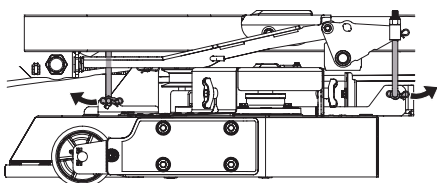

Figure 46
8. Retirez la goupille de l'axe de chape de chaque tige de réglage. Une tige est placée de chaque côté avant du plateau et de chaque côté arrière. La Figure 46 présente le côté gauche du plateau.